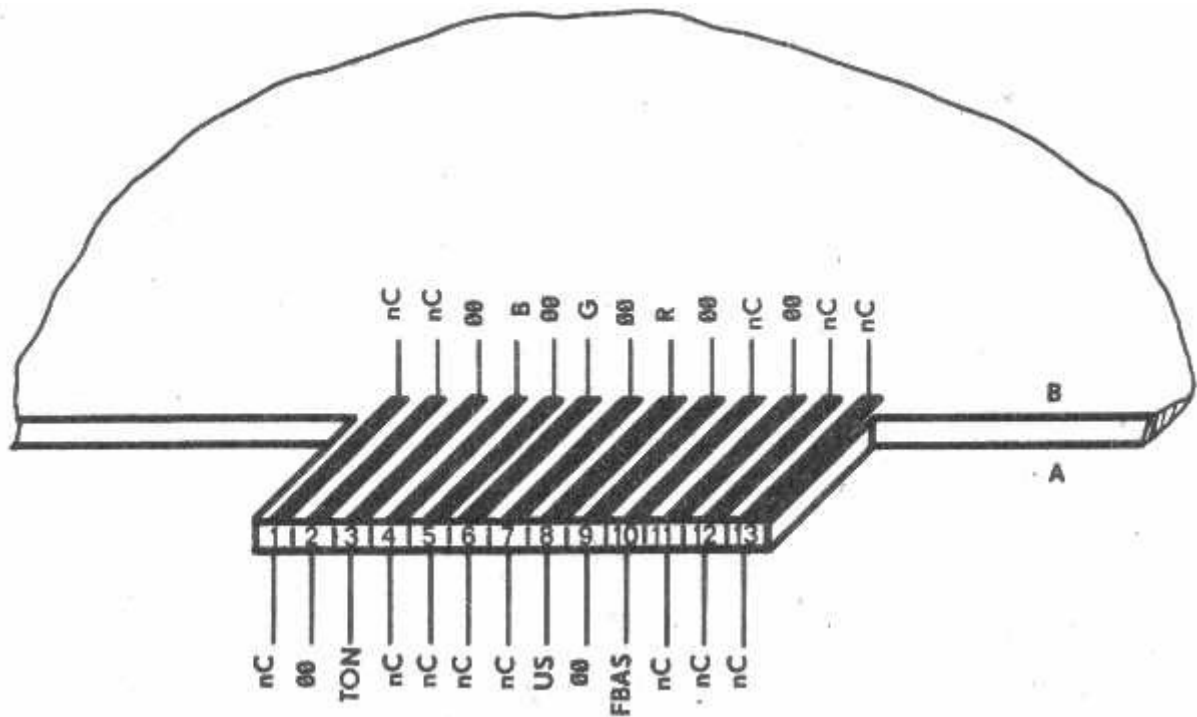

Bild 8: Anschluß des Steckverbinders TV-RGB
- am Steckverbinder "TV-RGB" (vgl. Bild 8) über das Fernsehgerät mit RGB-oder FBAS-Eingang, einkanalig in 16 Lautstärkeufen (siehe Punkt 1.1.),
Der Steckverbinder (vgl. Bild 8) dient zur Ausgabe des Bild- und Tonsignals wahlweise als RGB- oder FBAS-Signal.